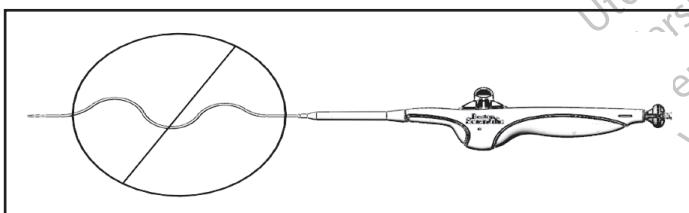

Figura 5. Reducción de la distensión
10.9 Intervención de despliegue del stent (consulte la figura 5)
Nota: Si no se reduce la distensión (consulte la figura 5) y/o la curvatura del catéter del sistema introductor entre la vaina guía o introductora y el mango del sistema introductor durante el despliegue, puede perjudicarse la precisión del despliegue, especialmente en casos ipsilaterales..